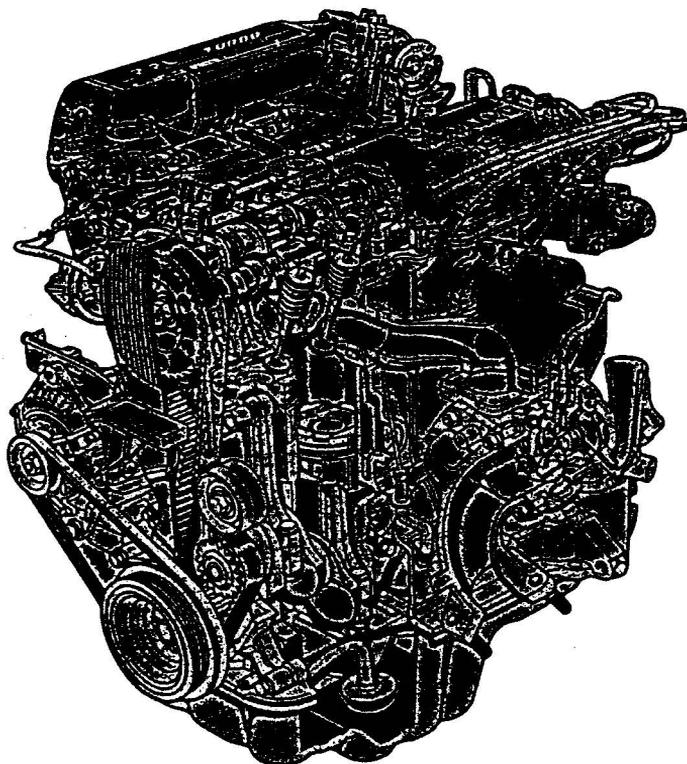

Bild 21/1
- Der Zylinderblock aus Grauguß ist aus Festigkeitsgründen im Bereich der Kurbelwelle mit Verstärkungsrippen versehen. Um die Festigkeit zusätzlich zu erhöhen und die Vibrationen zu senken, wird ein Verstärkungsblech zwischen Motorblock und Ölwanne montiert (siehe Abb. 21/2).